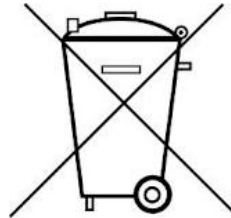

Fig. 5 Experimenteller Aufbau ESR mit einem Oszilloskop
- Ausgang „SIGNAL OUT“ der Steuerkonsole an Kanal 1 des Oszilloskops und Ausgang „FIELD OUT“ an Kanal 2 anschließen (siehe Fig. 5).